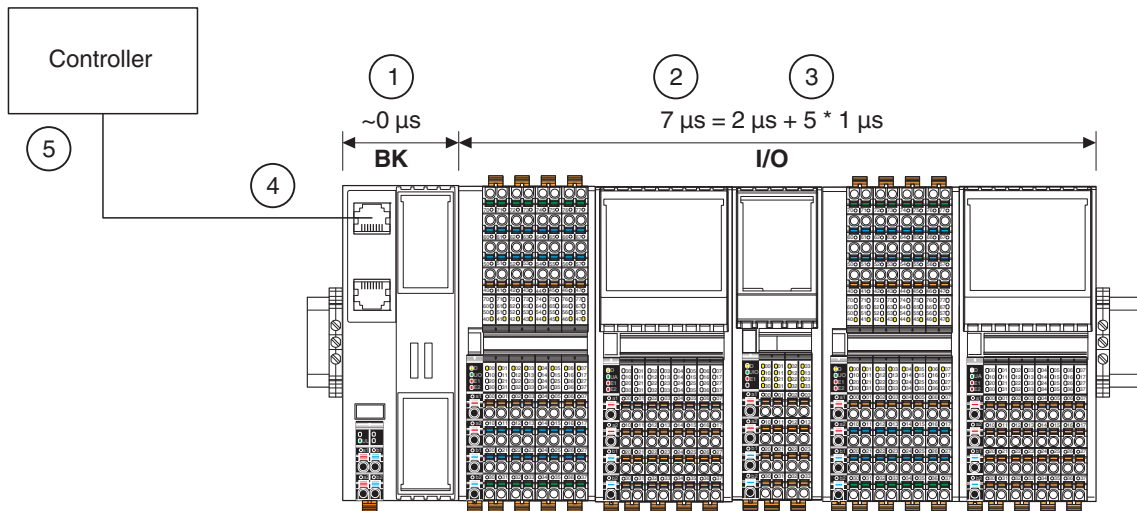

Abb. 13-1 Reaktionszeiten eines Gesamtsystems
- die Zeit zum Umkopieren in den Busköpfen (Buskoppler oder Steuerung; 1 in Abb. 13-1),
- die Zykluszeit des Lokalbusses (2),
- die Wandlungszeit in den I/O-Modulen (3),
- die Aktualisierungszeit des überlagerten Netzwerks (4),
- die Verarbeitungszeit (Zykluszeit) in der Steuerung (5),